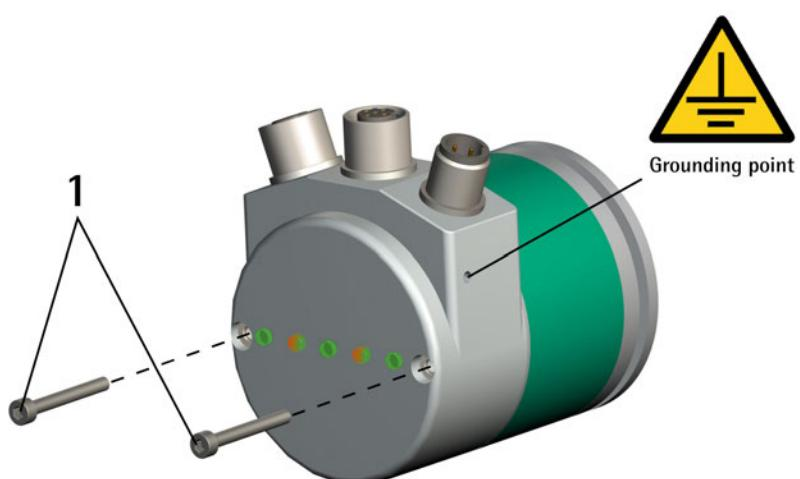

Figura 2 – Rimozione del coperchio dell'encoder
Per accedere al DIP switch DIP A predisposto per il reset dei parametri di configurazione della rete ai valori di fabbrica (valori di default) occorre rimuovere il coperchio. Per ogni informazione sulla rimozione del coperchio riferirsi alla sezione seguente "4.9 Coperchio encoder (Figura 2)".
- rimuovere il coperchio come spiegato nella successiva sezione "4.9 Coperchio encoder (Figura 2)";
- ripristinare il coperchio come spiegato nella successiva sezione "4.9 Coperchio encoder (Figura 2)";
#### 4.9 Coperchio encoder (Figura 2)